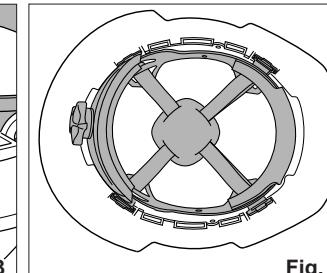

Fig. 3
- Line up the suspension tabs with the slots in the hard hat and press them in securely (Fig. 3). The tabs should "click" into place. Pull on the suspension to ensure it is locked in.
- Aligner les languettes de suspension avec les rainures sur le casque de protection et appuyer sur elles d'une façon sécuritaire (Fig. 3). Les languettes devront « cliquer » en place. Tirer la suspension pour vérifier qu'elle soit bien verrouillée.
- Alinee las lengüetas de la suspensión con las ranuras en el casco y presínelas firmemente (Fig. 3). Las lengüetas deben hacer "clic" en su lugar. Jale la suspensión para asegurarse de que esté bien fija.